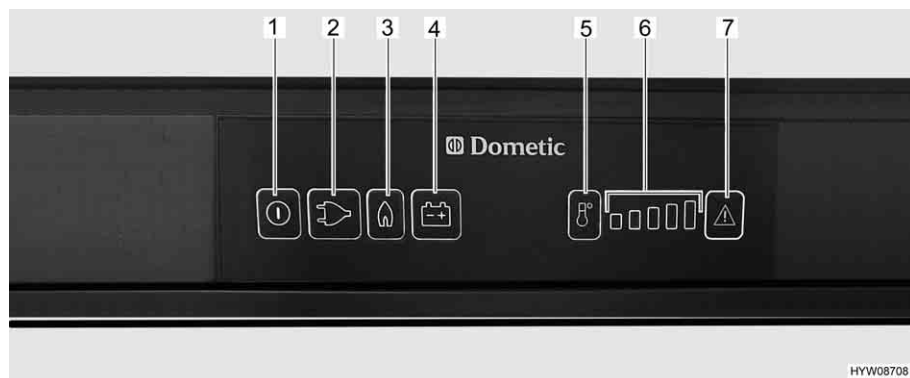

Fig. 216 Boutons de commande pour le réfrigérateur (Dometic Série 8 avec SMSE)
- Appuyer sur la touche Marche/Arrêt (Fig. 216,1) pendant env. 2 secondes. Le réfrigérateur s'allume. La touche du dernier mode de fonctionnement sélectionné s'allume.
- Appuyer si nécessaire sur la touche du mode de fonctionnement "Gaz" (Fig. 216,3). La touche s'allume. L'arrivée de gaz est ouverte. L'allumage s'effectue de manière automatique. Un tic-tac est distinctement perceptible jusqu'à ce que la procédure d'allumage soit effectuée avec succès.
- Régler la température de réfrigération avec la touche de sélection du degré de température (Fig. 216,5).
- Appuyer si nécessaire sur la touche "230 V" (Fig. 216,2). La touche s'allume.
- Appuyer si nécessaire sur la touche de mode de fonctionnement "12 V" (Fig. 216,4). La touche s'allume.